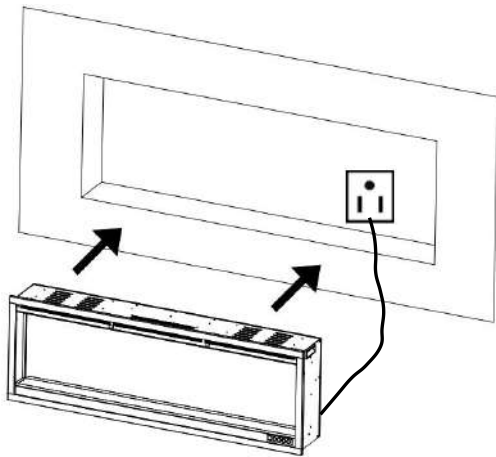
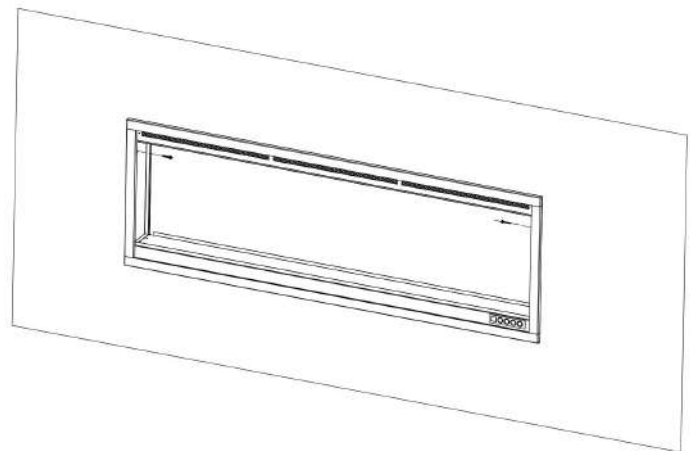

Fig. 2-3
Fig. 2-4
3. Schließen Sie die Feuerstelle an die Wandsteckdose an. **Abb.2-3**
4. Lassen Sie den Kamin von zwei erwachsenen Personen anheben und in den Einbaurahmen einsetzen und dann mit **2** Holzschrauben (**B**) in den Löchern befestigen. (**Abb. 2-3, Abb. 2-4**). Danach bringen Sie die Metallhalterungen wieder an.